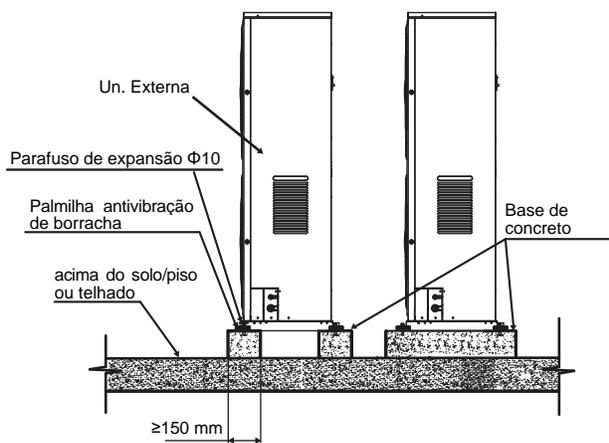

Figura 6.
- ① A base deve ser montada em uma superfície de concreto resistente. Veja a Figura 6 para uma base comum ou construa uma nova base após medir o terreno.
- ② A base deve ser horizontal; certifique-se de que os contadores possam se conectar de forma simétrica.
- ③ Certifique-se de que a base possa suportar diretamente as dobras verticais das placas inferiores frontais e traseiras, pois trata-se do local real dos rolamentos. Não é necessária uma camada de macadame. Porém, a base de concreto deve ser uma mistura de camada de pedras e cimento.
- ④ As proporções usadas na mistura de concreto devem ser cimento 1/areia 2/pedregulho 4, incluindo $\Phi 10$ de barra reforçada. Nivele a superfície de concreto. A borda da base deve ser fincada.
- ⑥ Prepare um poço de drenagem em torno da base para drenar a água. Verifique a resistência da sacada para garantir que ela vai suportar o peso da capacidade de carga.